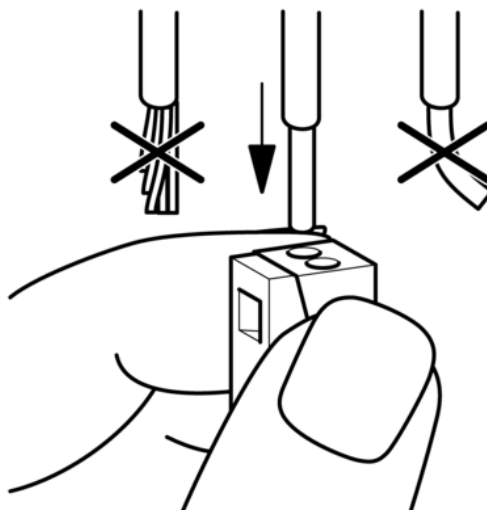

Bild 8: Anschluss des eindrahtigen Leiters
- Eindrahtigen Leiter bis zum Anschlag in eine runde Öffnung auf der Installationsseite hineinstecken (Bild 8).